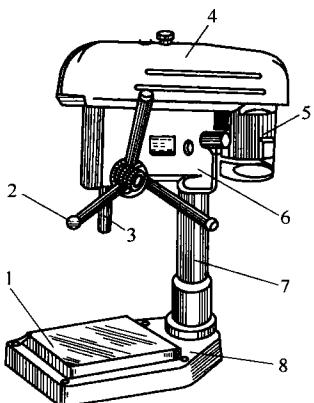

图 0-4 台式钻床
(1) 台式钻床 台式钻床简称台钻，如图 0-4 所示。台钻规格小、结构简单、价格低廉，可以放在案上或台上使用。台钻的主轴一般有 5 挡转速，可通过安装在电动机轴和钻床主轴上的一组带轮进行转速的变换。台钻的钻孔直径一般在 12mm 以下，适宜加工单件、小批量的中小型零件。台钻的主轴变速和进给量调整范围较大，可进行钻孔、扩孔、锪孔、铰孔和攻螺纹等加工。